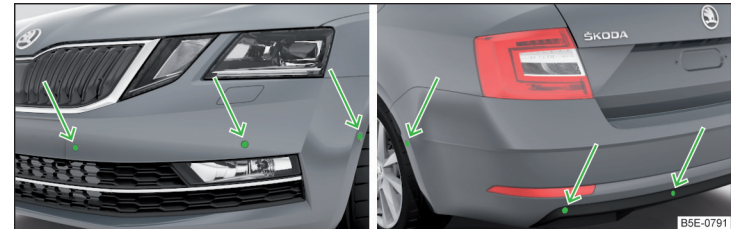

Abb. 254 Verbauplatz der Sensoren auf der linken Fahrzeugseite: vorn/hinten
- Die Systemsensoren » Abb. 254 auf Seite 231 sauber, schnee- sowie eisfrei halten und mit keinerlei Gegenständen abdecken, anderenfalls kann die Systemfunktion eingeschränkt sein.
Das System berechnet mithilfe von Ultraschallwellen den Abstand zwischen dem Stoßfänger und einem Hindernis. Die Ultraschallsensoren befinden sich je nach Fahrzeugausstattung im hinteren bzw. auch im vorderen Stoßfänger » Abb. 254.